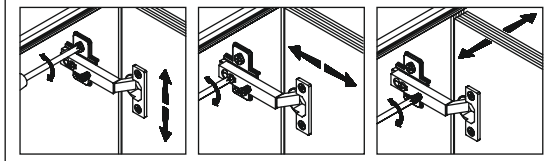

Рис. 7
5.10. Отрегулировать положение дверей **5** при помощи винтов (рис.7).